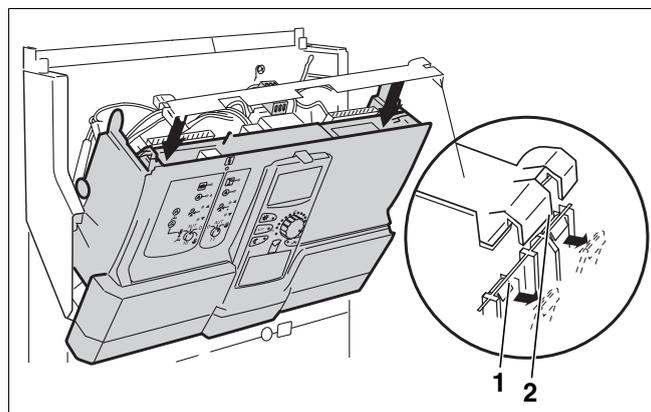

Bild 11 Querleiste ein- und ausbauen
- Querleiste an einer Seite lösen (→ Bild 11):
- Querleiste entsprechend der Aussparungen einsetzen (→ Bild 11).